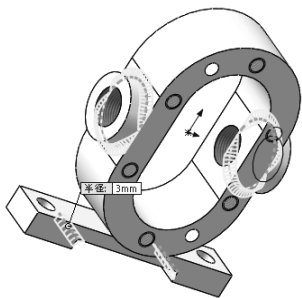
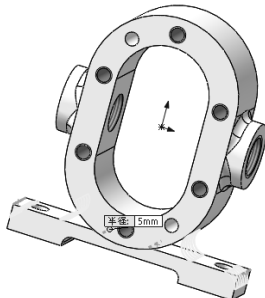
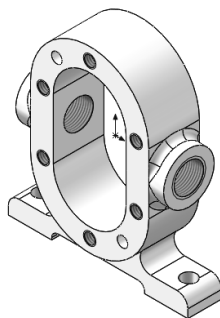

图 10-100 选择圆角边线 1
图 10-101 选择圆角边线 2
图 10-102 齿轮泵基座最终效果
**03** 圆角。选择菜单栏中的“插入”→“特征”→“圆角”命令，或单击“特征”控制面板中的“圆角”按钮，弹出“圆角”属性管理器；依次选择图 10-100 中的边线，设置圆角半径为 3mm，单击“确定”按钮。重复上述操作，选择图 10-101 中的边线进行圆角操作，圆角半径为 5mm，最终效果如图 10-102 所示。